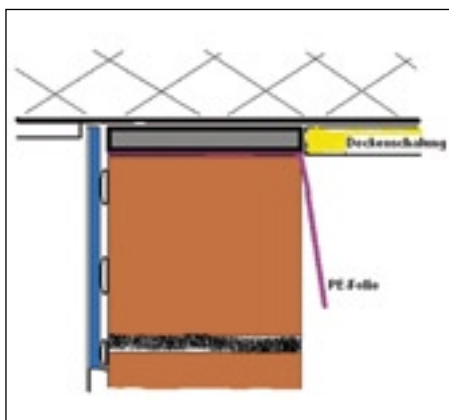

Abb. 8: Rissprophylaxe mit 6 mm dicken Gipsplatten-Streifen.
■ Eine noch bessere Variante stellt das Aufkleben eines 6 mm dicken Gipsplatten-Streifens dar, der die rissgefährdete Zone gut zu überbrücken vermag und wo der Materialwechsel von der GK-Platte zum Grundputz kein Problem darstellt. Je nach vorgegebener Putzdicke ist auch eine 9,5 mm GK-Platte geeignet (Abb. 8).